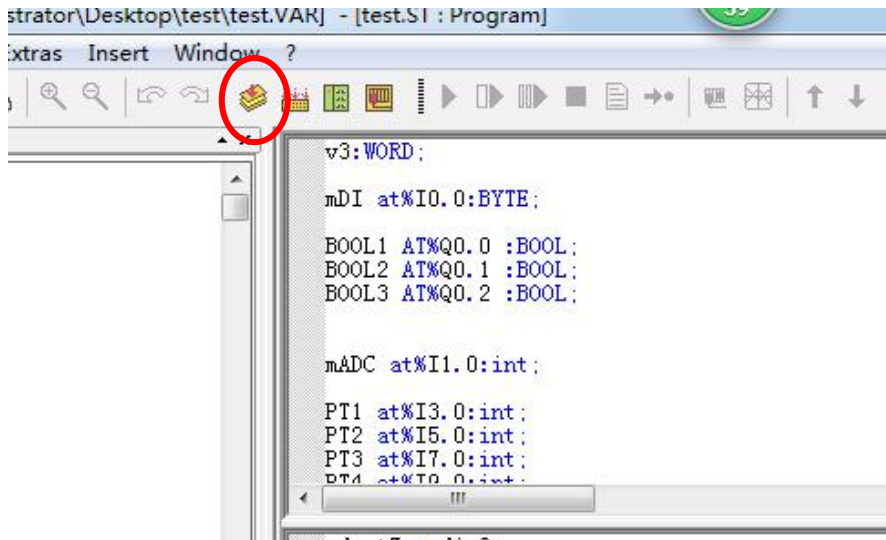

图 5.13 点击 Build Active Resource 按钮
1、完成程序编写后需点击 Build Active Resource（生成当前资源）按钮，如图 5.13 所示。